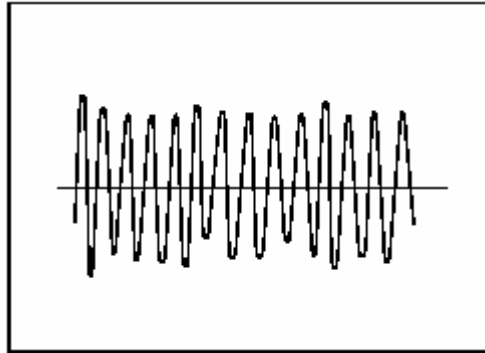

Figura 14. Forma de onda normal de la frecuencia de Vórtices
3. Con flujo en la tubería, observe la forma de la señal en el osciloscopio. La forma de onda debe ser similar como el que se muestra en la Figura 14.
- Si la forma de onda es similar al de la figura 14, el sensor está bien, Si no se tiene salida del módulo electrónico, la falla está en la fase de entrada del módulo electrónico. Se debe reemplazar el módulo electrónico completo.
Si la señal es similar al de la figura 14, el sensor funciona adecuadamente. Si no se tiene salida, reemplace al sensor.